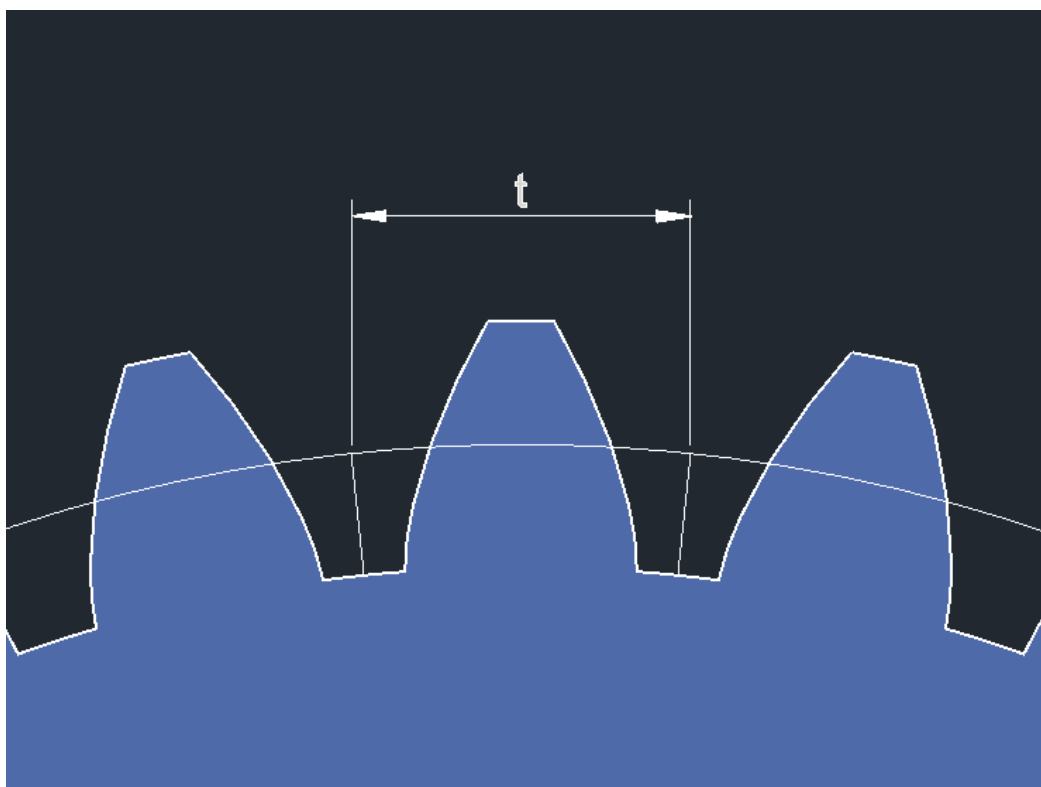

Рисунок 1.3 – Шаг зубьев звездочки
- шаг зубьев звёздочки (рисунок 1.3);